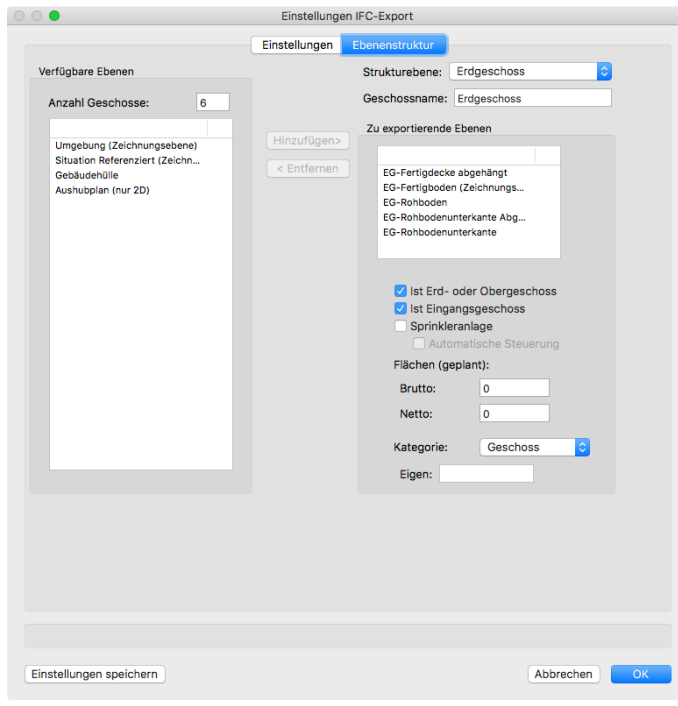

BILD 26
2. Bestimmen Sie im Reiter **Ebenenstruktur**, welche Ebenen exportiert werden sollen und welche Geschossnamen ihnen beim Export zugewiesen werden (BILD 26). Wenn ein Geländemodell der Strukturebene „Grundstück“ zugeordnet wird und als IFC-Objekt markiert wurde, wird es ebenfalls exportiert.